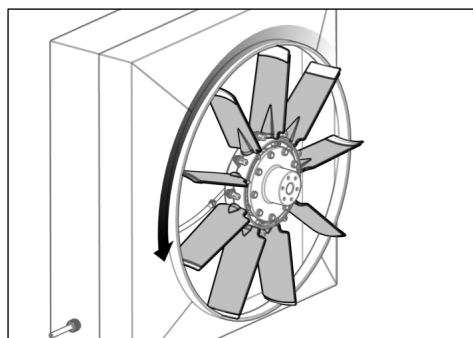

Fig. 33
- 29) Gire el ventilador a mano (véase la Fig. 33).